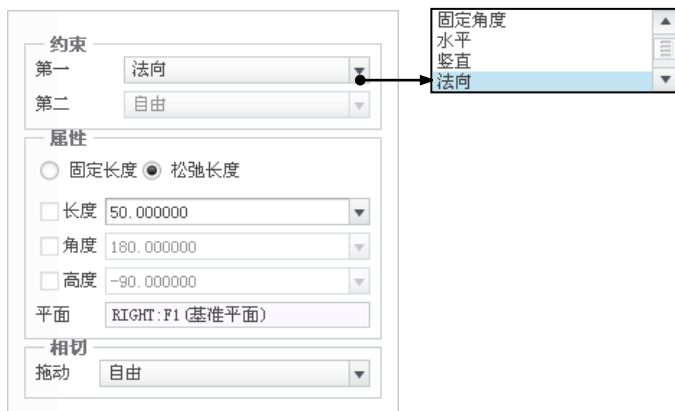
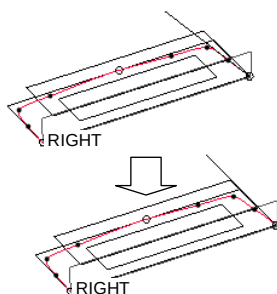

图 8.8.18 “相切”界面
图 8.8.19 右端点与 RIGHT 基准平面垂直
(5) 设置 ISDX 曲线 1 两个端点的切线方向和长度。
① 单击  按钮，选择 Course_v2 视图。
② 选取 ISDX 曲线 1 的右端点，单击操控板上的 **相切** 选项卡，在弹出的界面中的 **约束** 区域下的 **第一** 下拉列表中选择 **法向** 选项（图 8.8.18），并选取 RIGHT 基准平面为法向参考平面（可以从模型树中选取），这样 ISDX 曲线 1 右端点处的切线方向便与 RIGHT 基准平面垂直（图 8.8.19）；在图 8.8.18 所示界面的 **长度** 文本框中输入切线的长度值 50.0，并按回车键。